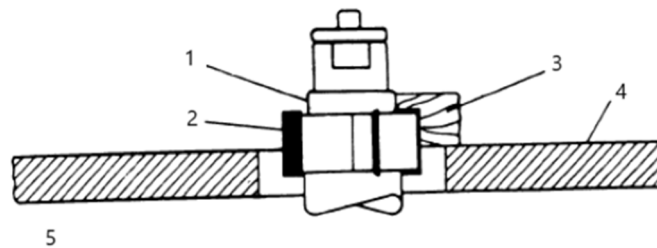

Figura 6
5. In nessun caso un piccolo pezzo deve essere modellato contro i collari come mostrato nella figura 6.